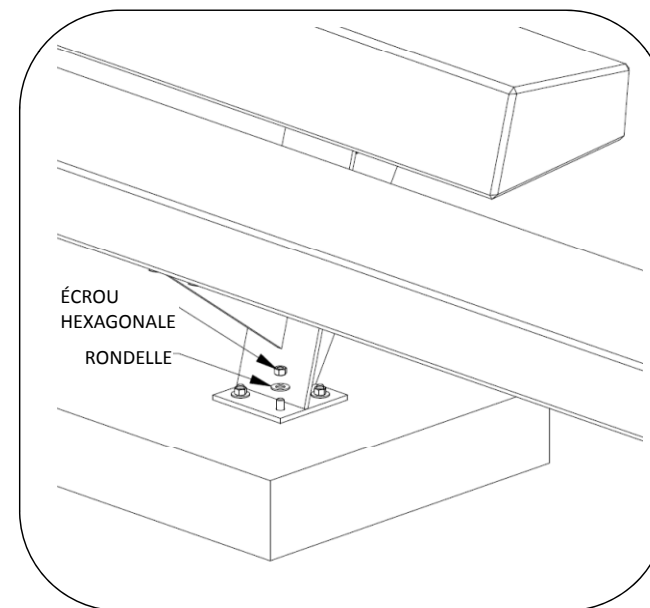

Fig. 6 – Mettre le banc en place.
10. Installer les rondelles et les écrous hexagonaux et serrer à fond comme l'indique la Fig. 6.